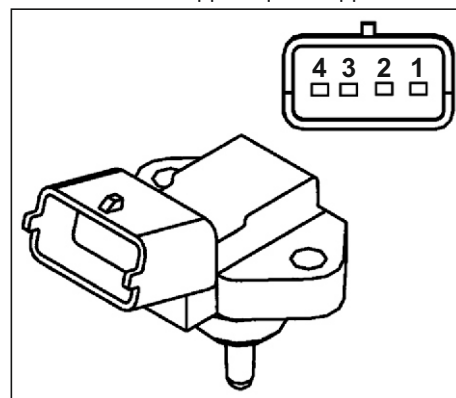

Рис. 93. Датчик давления и температуры надувочного воздуха.
**Датчик давления и температуры воздуха во впускном коллекторе. (см. Рис. 93)**